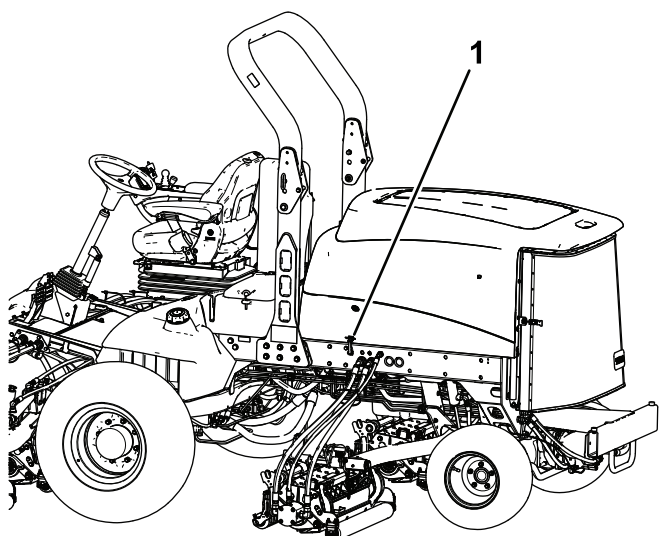

Figura 22
1. Desenganche el cierre del capó del soporte del cierre (Figura 22).